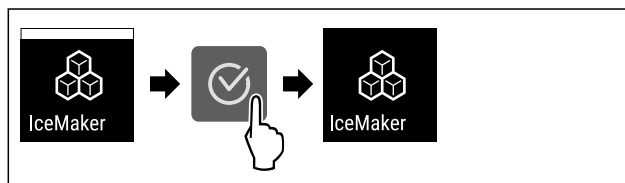

Fig. 21
- Suivre les étapes (voir Fig. 21) .